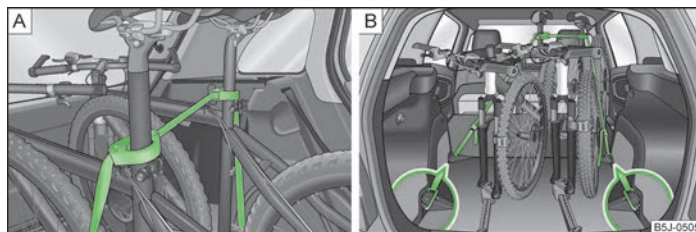

Fig. 59 Asegurar las bicicletas
- Colocar la abrazadera con la pieza de goma hacia delante (en el sentido de la marcha) en la parte más baja posible del soporte del sillín y cerrarla » fig. 59 - **A**.
- Para transportar dos bicicletas, tensar la correa » fig. 59 - **A** entre los sillines separando las bicicletas.
- Enganchar el gancho de mosquetón en los extremos de la correa en las argollas de amarre detrás de los asientos posteriores » fig. 59 - **B**.